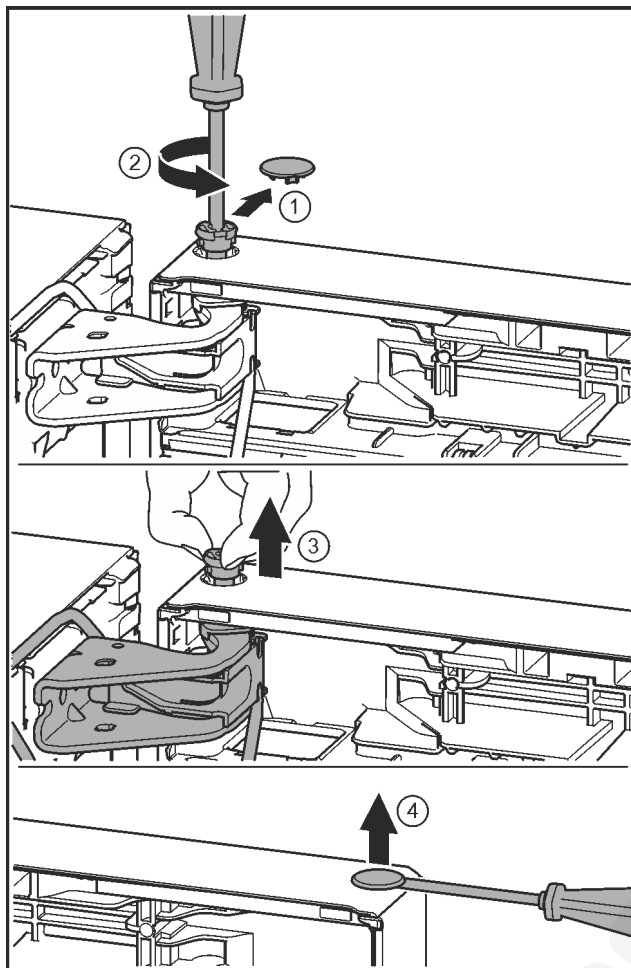

Fig. 26
- ▶ Óvatosan húzza le a biztonsági fedelet. Fig. 26 (1)
- ▶ A csapot a T15 csavarhúzóval kicsit tekerje ki. Fig. 26 (2)
- ▶ Tartsa meg az ajtót, és a csapszeget az ujjaiával húzza ki. Fig. 26 (3)
- ▶ A dugót egy hornyoltfejű csavarhúzóval óvatosan emelje ki az ajtó csapágyperselyből, és húzza ki. Fig. 26 (4)